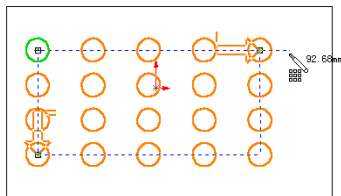

图 2-38 拖动所选点来改变阵列间距
6. 也可以通过拖动排列预览中所选的点来改变间距和角度，如图2-38所示。